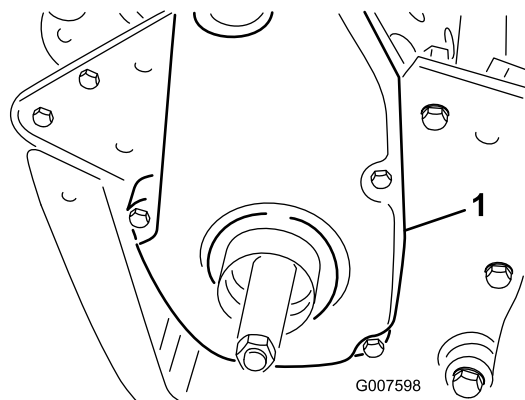

Figura 43
6. Togliete il paracinghia posteriore dal lato destro della macchina (Figura 43).